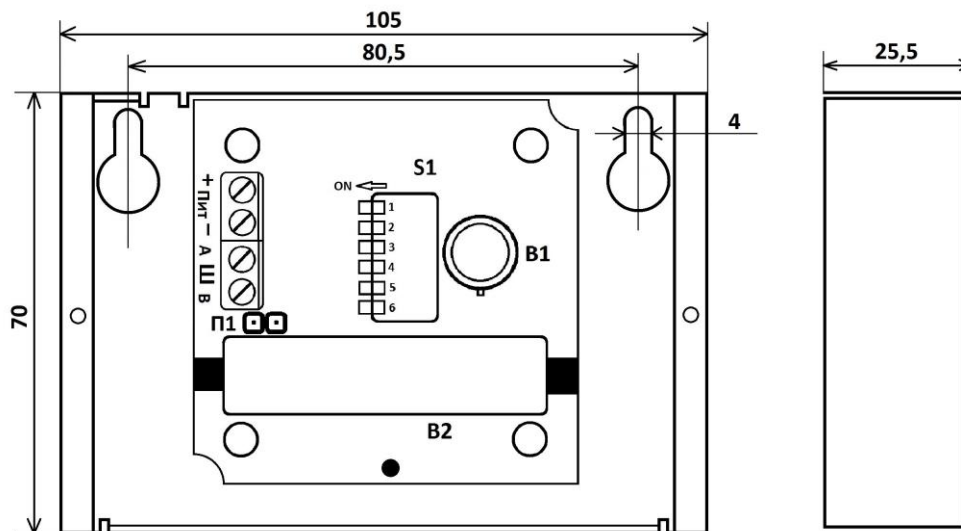

Рисунок 1 - Габаритные и установочные размеры сигнализатора ДГ-1 в металлическом корпусе со снятой крышкой
б) установить переключатели «1» - «6» блока переключателей S1 (см. рисунок 1) в положения, соответствующие адресу сигнализатора в расширенной системе;
в) установить перемычку (из комплекта поставки) в гнезда П1 (см. рисунок 1).
д) подсоединить к зажимам «+» и «-» колодки зажимов ПИТ (см. рисунок 1) шлейф питания;
4.6 Установить переключатели «1» - «6» блока переключателей S1, расположенного на плате (см. рисунок 1), в положения, соответствующие адресу сигнализатора в расширенной системе; установить перемычку П1 [см. п. 4.3, в)].